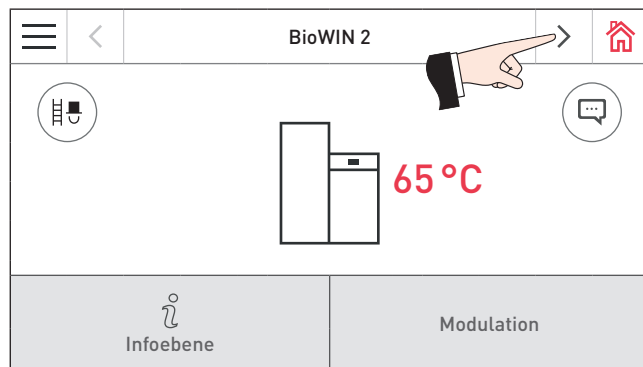

Fig. 33 Homescreen BioWIN 2
- ▶ Mit den Tasten < > (Fig. 33) oder durch „Wischen“ auf den Homescreen des Funktionsmodul Heizkreis wechseln – Fig. 34.